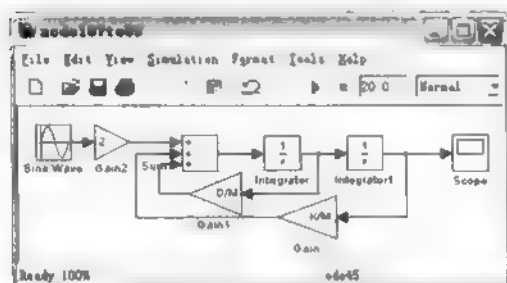

图 7.49 系统动力学仿真模型
(1) 建立系统的 Simulink 动力学仿真模型,如图 7.49 所示。模型中的 Gain 和 Gain1 模块都是由参数组成, Gain 为 $-K/M$, Gain1 为 $-D/M$ 。其他模块的参数设置采用模块值。